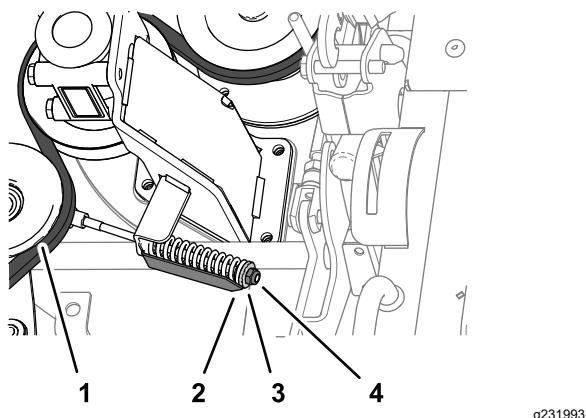

Figura 133
4. Desaperte a porca de bloqueio do tensor da correia até conseguir retirar a correia da polia tensora da correia (Figura 133).
2. Aperte a porca de retenção até que a seta do indicador de tensão alinhe com a superfície exterior da anilha (Figura 133).